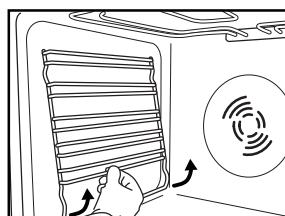

fig. 3
1. Fjern ristene som holder tilbehøret på sidene (fig. 3).
2. Fjern ristene som holder tilbehøret på sidene (noen versjoner) (fig. 3).